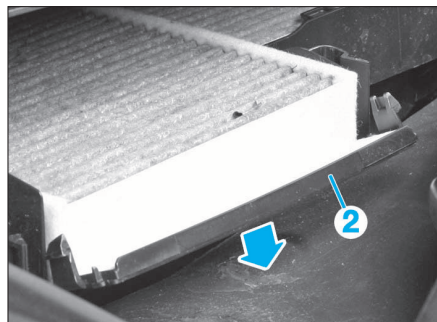

FIG. 2
- Décliper le volet d'accès au filtre (2) (Fig.2).